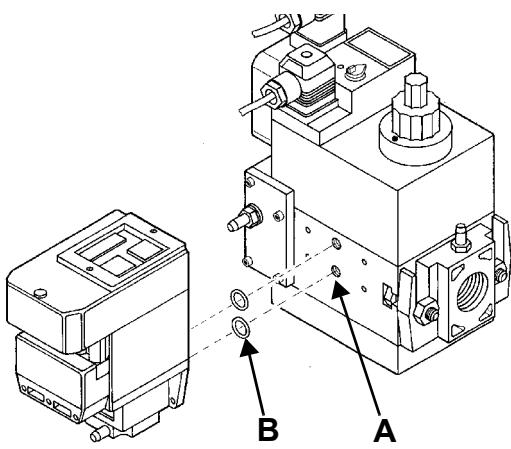

Fig. 8
- 2 togliere le viti di chiusura del gruppo Multibloc (Fig. 8-A);
- 4 avvitare le 4 viti del controllo di tenuta (M4 x 16) Fig. 8-C.